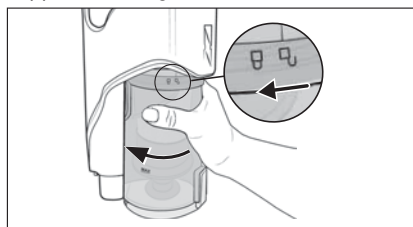

Fig. 19
- 2) Pour extraire le bac à poussière **7** de l'appareil, tournez-le dans le sens du symbole  (ouvrir) jusqu'à ce qu'il se détache de l'appareil (voir fig. 19).